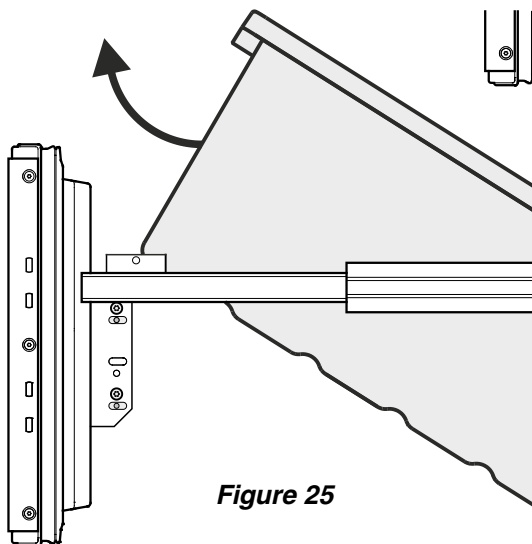

Figure 25
- Basculer le récipient et le retirer - **Figure 25**.